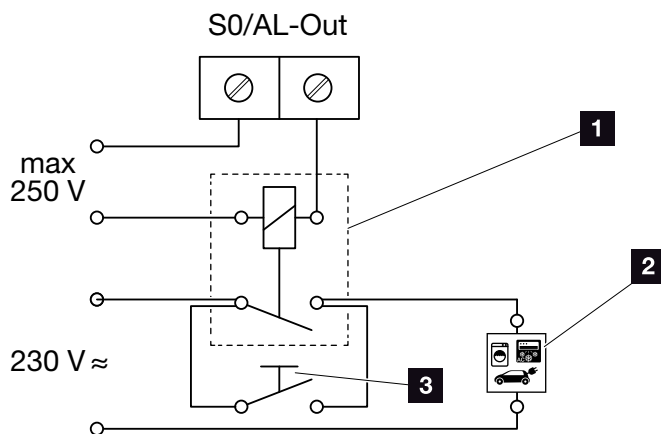

Fig. 60: Elektrisk tilslutning egetforbrug
1. Tilslut det eksterne belastningsrelæ fagligt korrekt ved tilslutningsklemme S0/AL-out **Fig. 60**